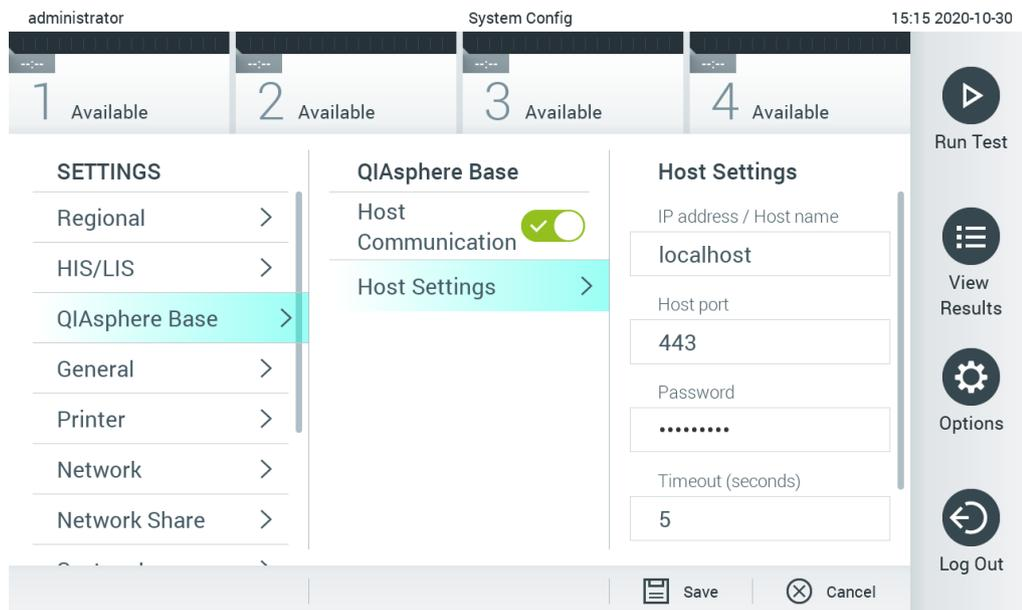

図 66.QIAsphere Base 接続の構成
2. 左列の **Settings**（設定）リストから **QIASphere Base** を選択します（次のページ図 66）。